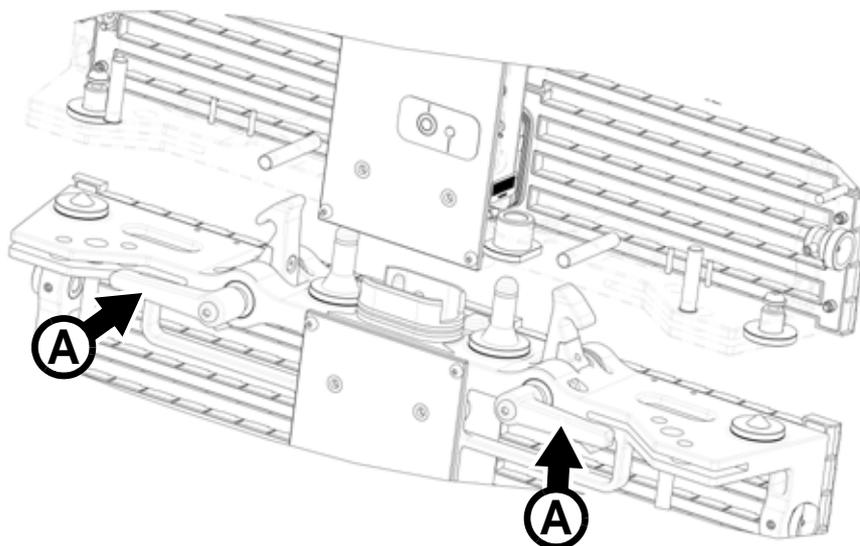

Figure 8: Poignées de verrouillage avant installation (vue en coupe)
2. Vérifiez que les poignées de verrouillage **A** des panneaux se trouvent dans la position entièrement ouverte, comme le montre la Figure 8.
L'alimentation et la recopie d'alimentation des panneaux EC-20 est intégrée et se connecte automatiquement lorsque les panneaux sont montés en colonne (voir Figure 8 en page 12).